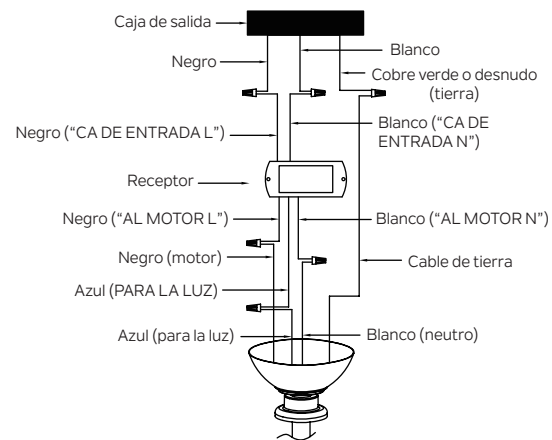

Figura 14
Conecte el cable NEGRO del ventilador al cable NEGRO marcado "AL MOTOR L" del receptor. Conecte el cable BLANCO del ventilador al cable BLANCO marcado "AL MOTOR N" del receptor. Conecte el cable AZUL del ventilador al cable AZUL marcado "PARA LA LUZ" del receptor. Fije todas las conexiones de cables con los conectores de cable de plástico provistos. (Figura 14)
Conecte el cable NEGRO (vivo) del techo al cable NEGRO marcado "CA DE ENTRADA L" del receptor. Conecte el cable BLANCO (neutro) del techo al cable BLANCO marcado "CA DE ENTRADA N" del receptor. Fije todas las conexiones de cables con los conectores de cable de plástico provistos. (Figura 14)
Paso 4. Si su caja de salida tiene un cable de tierra (de cobre verde o desnudo) conéctelo a los cables de tierra del ventilador; de lo contrario, conecte el cable de tierra del ventilador al soporte de montaje. Fije la conexión del cable con una tuerca de plástico proporcionada. Después de conectar los cables, sepárelos de modo que los cables verde y blanco estén en un lado de la caja de salida y los cables negro y azul en el otro lado. (Figura 14)